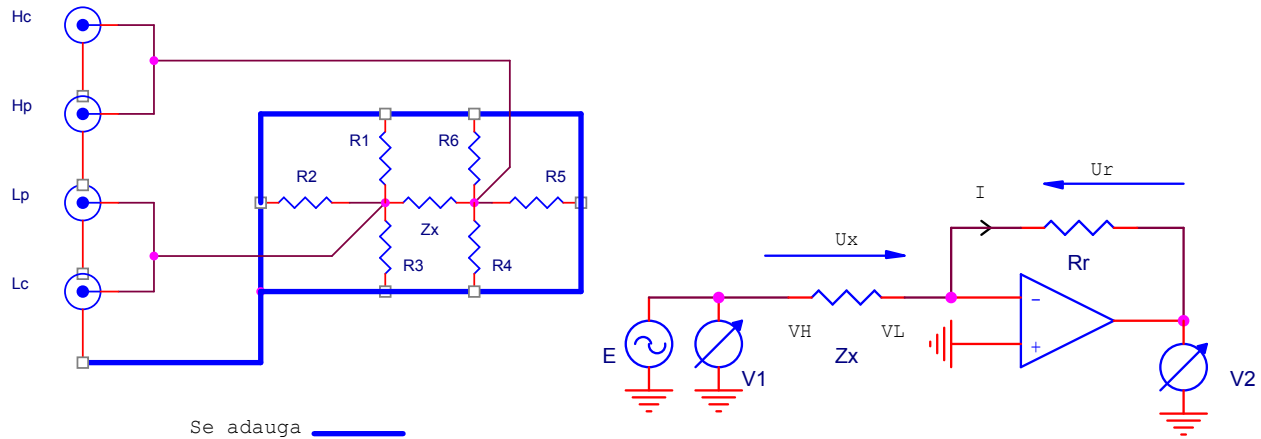

Fig. 5. Măsurare *in situ*.
16. Se dă schema de măsurare *in situ* din Fig. 5 (stânga), în care $Z_X = 100\Omega$, iar $R_1 \dots R_6 = 6.8K$. Cele 4 borne de măsură corespund unui LCR-metru ABB. Măsurarea se face în c.c. a) desenați schema echivalentă de măsură, cu și fără adăugarea conexiunii sub forma liniei îngroșate. Indicație: schema etajului de intrare în LCR-metru este cea din Fig. 5 (dreapta). Cele 2 grupuri de rezistențe care apar în combinații serie-parallel se vor figura pe această schemă, avînd un punct comun cu terminalul din stînga, respectiv din dreapta a Z_X . În cazul adăugării liniei albastre groase, se observă că ambele grupuri au piese cu celălalt terminal la masă. Se vor figura punctele Hc, Hp, Lc, Lp pe schemă (observați că bornele din stînga și dreapta lui Z_X apar inversate respectiv între Fig. 5 stînga și dreapta). b) calculați eroarea relativă de măsură în cazul în care această conexiune nu se adaugă. c) calculați eroarea relativă în cazul în care această conexiune se adaugă, iar sursa de alimentare din ABB (borna Hp) are o rezistență internă de 50Ω .